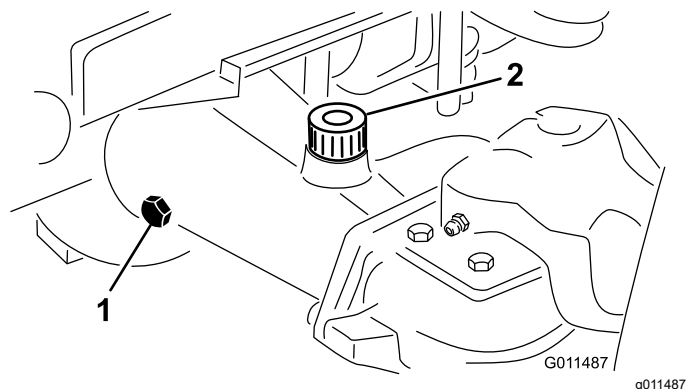

Рисунок 68
- Снимите контрольную пробку с одного конца моста и убедитесь, что масло доходит до низа отверстия (Рисунок 68).